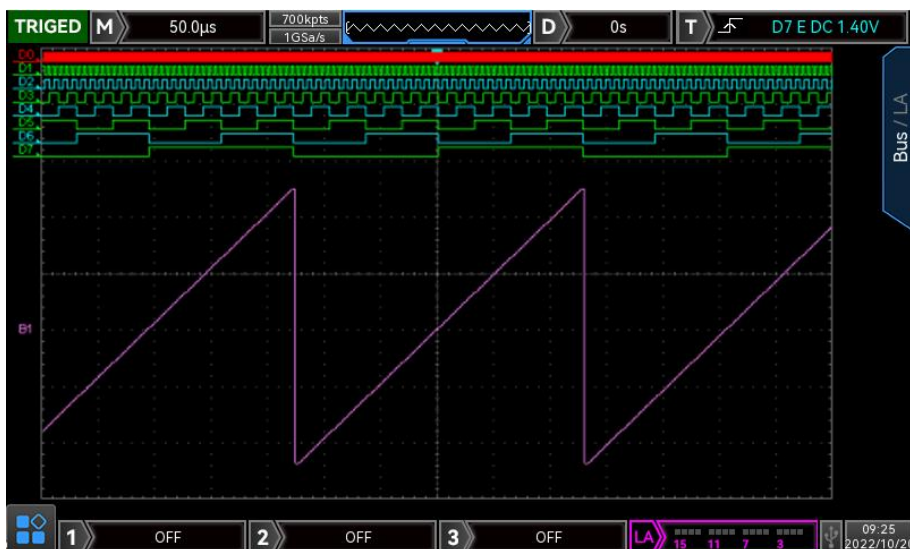

图 16-1
- (1) 总线：可选择“BUS1”或“BUS2”。
- (2) 总线状态：可以打开或关闭数据总线。
- (3) 快速选择：选择数字总线 BUS1 或 BUS2 对应的通道组，可以选择 D0-D7、D8-D15、D0-D15 或 None。
- (4) 位设置：手动选择总线对应的通道位，可选择 D0 ~ D15、CH1、CH2。
- (5) 位顺序：设置总线位顺序，可选择“低到高”（D0 位于低位）或“高到低”（D0 位于高位）。
- (6) 时钟：选择任一通道（D0 ~ D15、CH1、CH2）作为总线的参考时钟，选择“NULL”则不设置参考时钟。
- (7) 边沿类型：设置参考时钟的采样边沿类型，可以选择“上升沿、下降沿”。
- (8) 显示类型：选择数据总线的显示格式，可以选择十六进制、十进制、二进制、ASCII、图形。图形模式下示波器将以特定方式将总线数据显示为对应值的电平，便于观察总线值的变化趋势，如下图 16-1 所示。
- (9) 抖动抑制：打开或关闭抖动抑制功能。